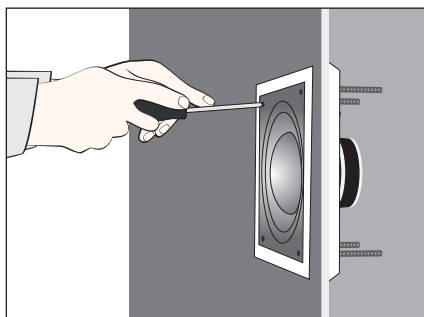

Fig. 4c
- d) Vissez en alternance chacune des vis jusqu'à ce que le caisson de sous-graves soit fermement en place. (Fig. 4c et 5c).